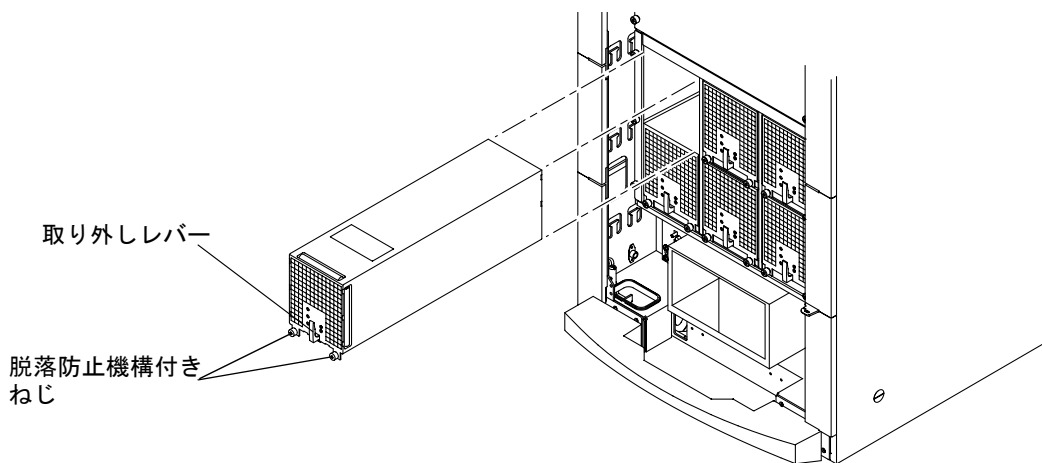

図 4-6 電源装置の取り外しまたは取り付け — Sun Fire 6800 システム
3. 2本の脱落防止機構付きねじを緩めます (図 4-6)。
2. スロットに電源装置をスライドさせます (図 4-6)。